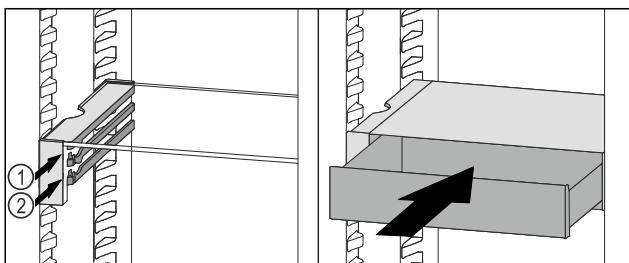

Fig. 82
- Stavite ladicu VarioSafe ukoso iza zaustavljača na željeni žlijeb Fig. 82 (1) ili Fig. 82 (2).